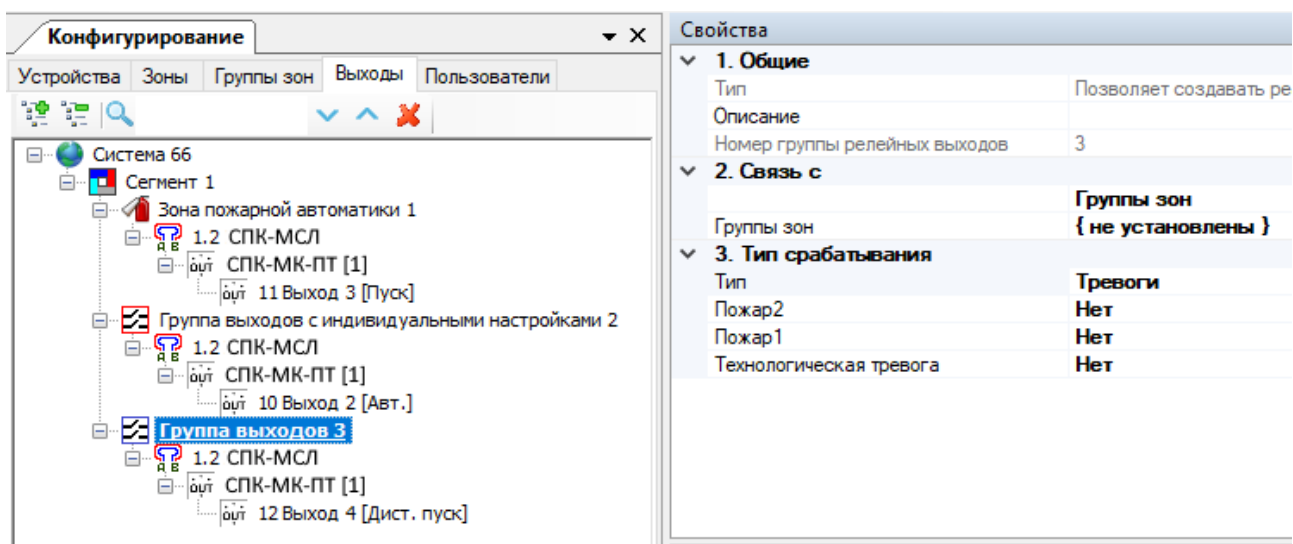

Рис. 57
- Для группы выходов должен быть настроен любой тип срабатывания, кроме "Нет сработки" (см. рис. 57).